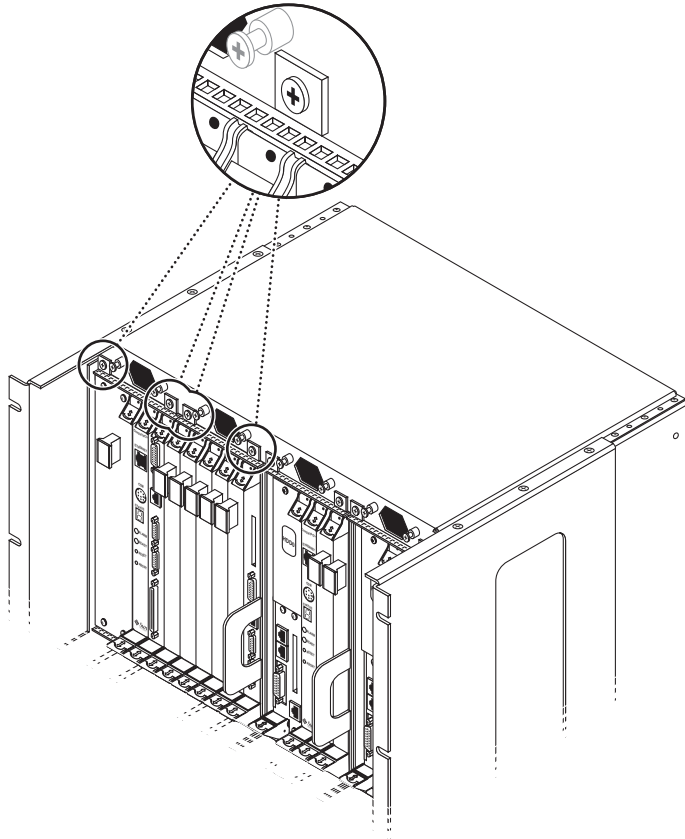

图 3-7 拧紧 Netra ct 800 服务器顶部的螺钉
- 如果安装的是 Netra ct 800 服务器，请将服务器顶部的四个黑色固定螺钉拧紧（图 3-7）。